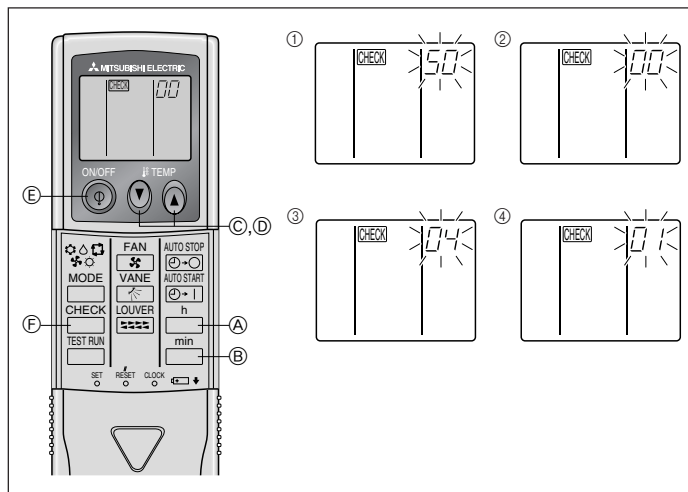

Fig. 6-5
6.3. Настройки функций (Fig. 6-5)